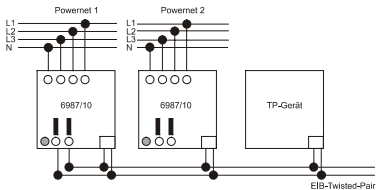

Fig. 3
2. Bussspannungsversorgung über interne Spannungsversorgung: Der Systemkoppler verfügt über eine interne Spannungsquelle die eine gedrosselte Ausgangsspannung von $24\text{ V} \pm 5\text{ V DC}$ bereit stellt. Über diese Spannungsversorgung können bis zu 5 weitere Geräte (Systemkoppler oder EIB-TP-Geräte) versorgt werden (z.B. zur Kopplung mehrerer Powernet-Bereiche). Zur Eigenversorgung des Systemkopplers muss die Ausgangsspannung auf die Busanschlussklemme gebrückt werden (s. Fig. 3).